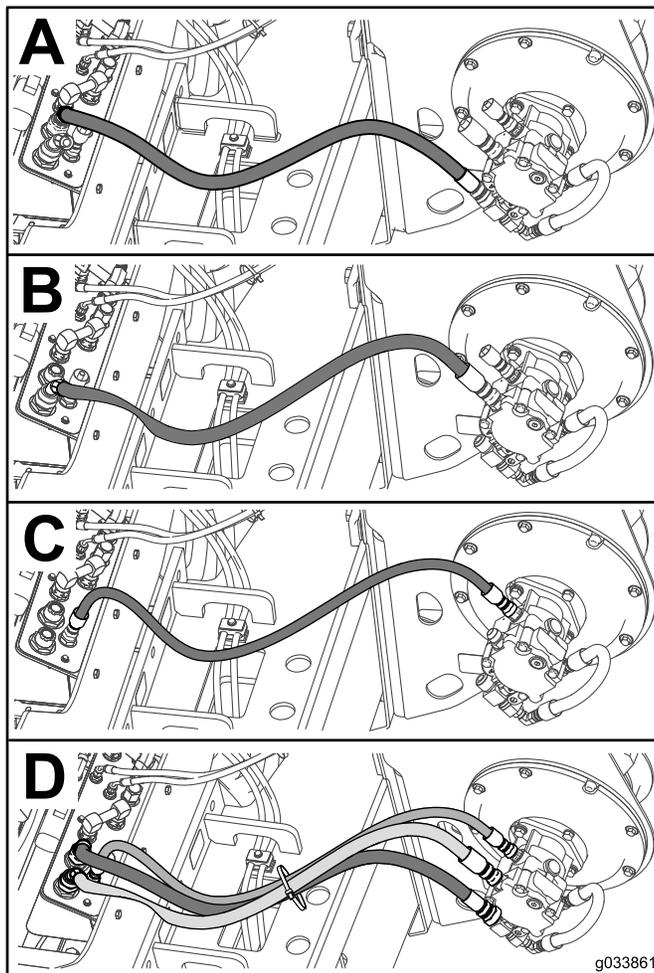

図 10
- 127cmのホースをF16フィッティングに 図 10 のAのように取り付ける。
- 127cmのホースをF12フィッティングに 図 10 のBのように取り付ける。
- 104cmのホースを 図 10 のCのように取り付ける。
- 各ホースをケーブルタイで固定する 図 10 のD。